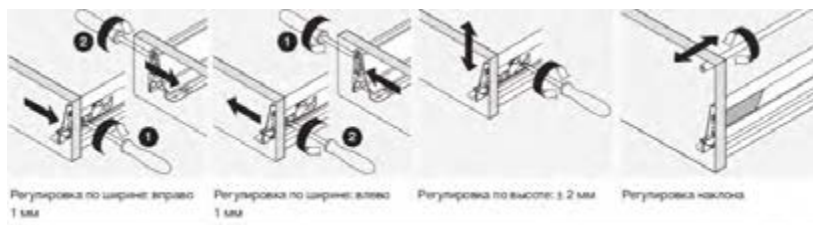

Рис. 16
- вращая винты регулировки, согласно схеме (рис.16), устраните несоответствия зазоров между фасадом ящика и смежными с ним деталями,